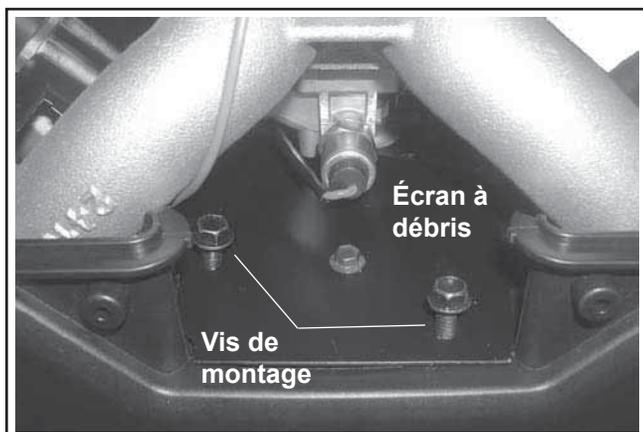

Figure 9-37. Détails de l'écran contre les débris (modèle avec carburateur bicylindre ci-représenté).
8. **Seulement pour modèles avec carburateur bicylindre :** Enlever les deux vis fixant l'écran contre les débris au carter de protection du ventilateur. Le câblage est fixé sur la partie inférieure de l'écran. Voir la Figure 9-37.